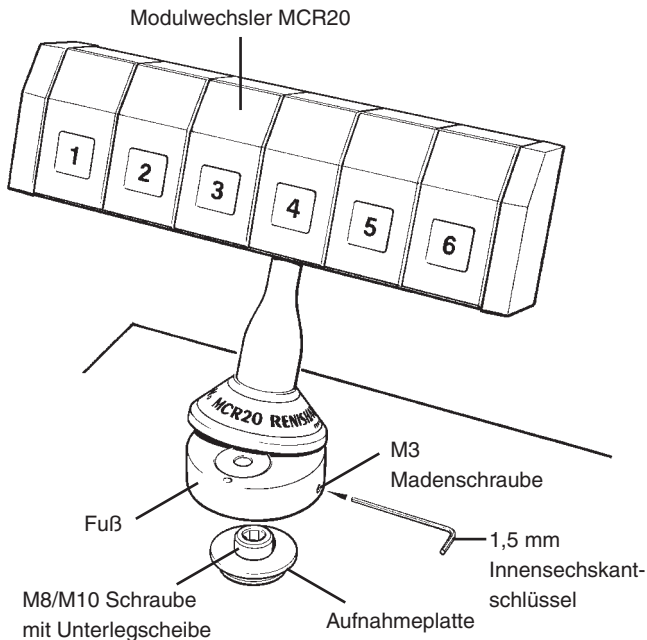

Abbildung 7 - Montage des Modulwechslers MCR20 auf das KMG
Folgende Prozedur muss ausgeführt werden, um die Montage des Modulwechslers MCR20 auf das KMG vorzunehmen (siehe Abb. 7):
3. Verwenden Sie den mitgelieferten 1,5 mm Innensechskant-schlüssel und lösen Sie die M3 Madenschraube am Fuß des MCR20 (siehe Abbildung 7).